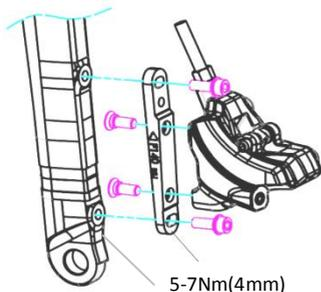

Fig. D-1 卡钳与转接座
- 先组合卡钳与转接座(螺丝扭力 5-7Nm)(Fig. D-1)